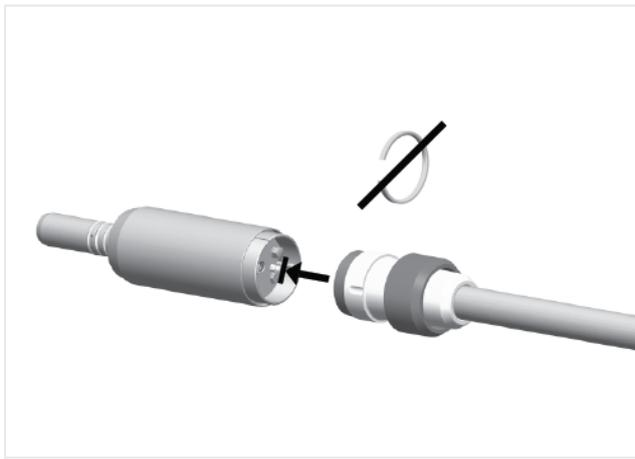

FIG. 2
2. Brancher (sans la bague fendue) le moteur au tuyau exclusif comme indiqué sur la FIG. 2.